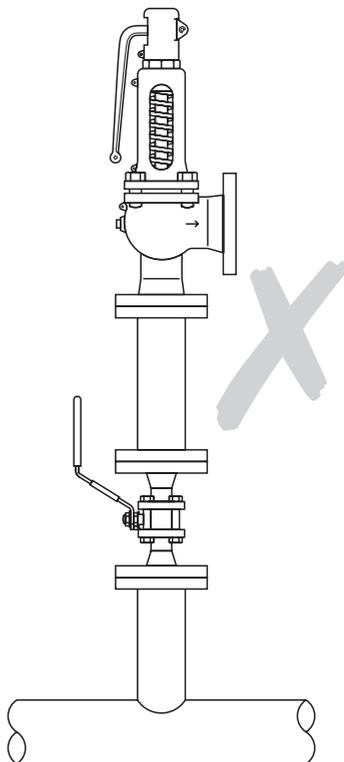

Рис. 6
- 6.3** На трубопроводе перед предохранительным клапаном не должно быть никаких дополнительных клапанов или фитингов на (рис. 6).